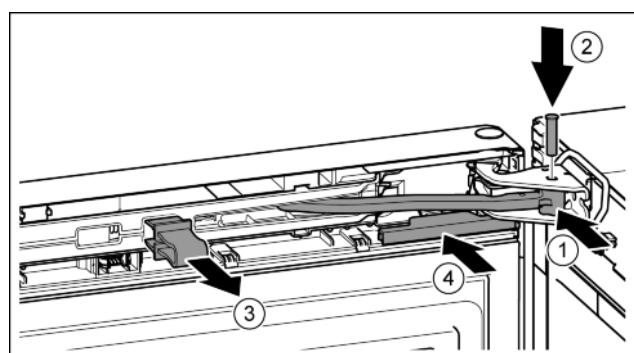

Fig. 24
- Okrenite zglob u podlošku ležaja. Fig. 24 (1)
- Umetnjite svornjake u podložak ležaja i zglob. Pritom pazite da ispuštenje za blokiranje ispravno dosjedne u utor. Fig. 24 (2)
- Skinite osigurač. Fig. 24 (3)
- Nataknite pokrov. Fig. 24 (4)